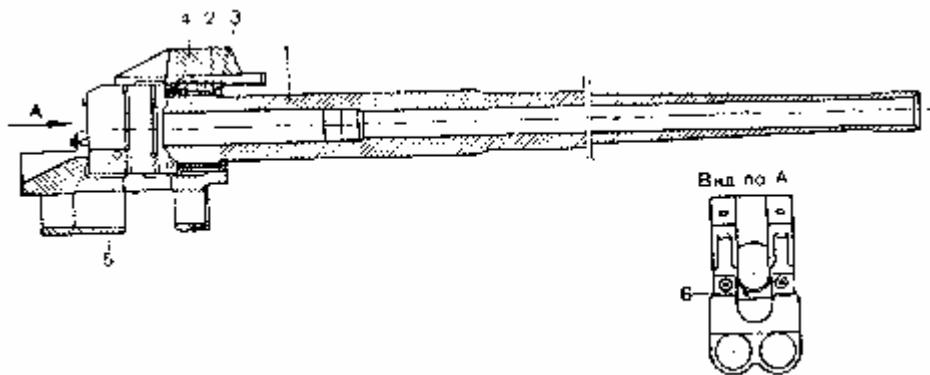
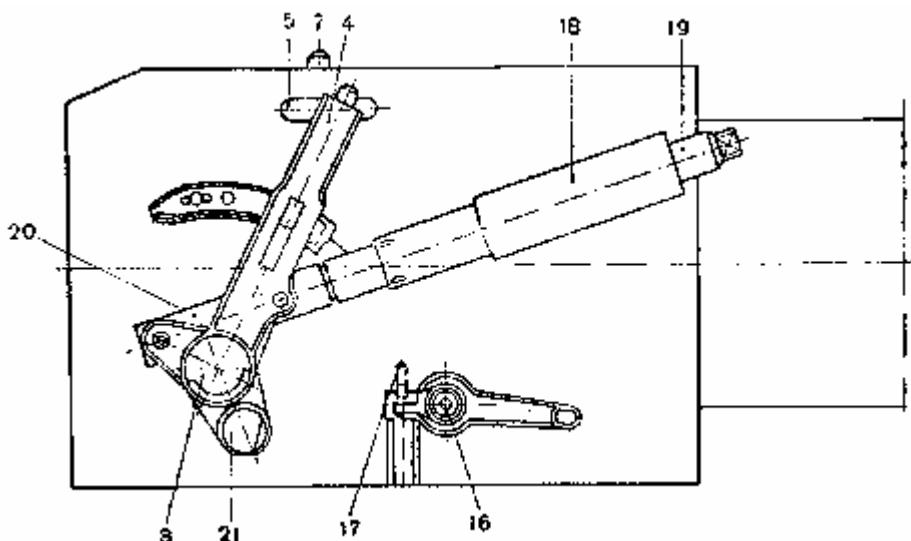
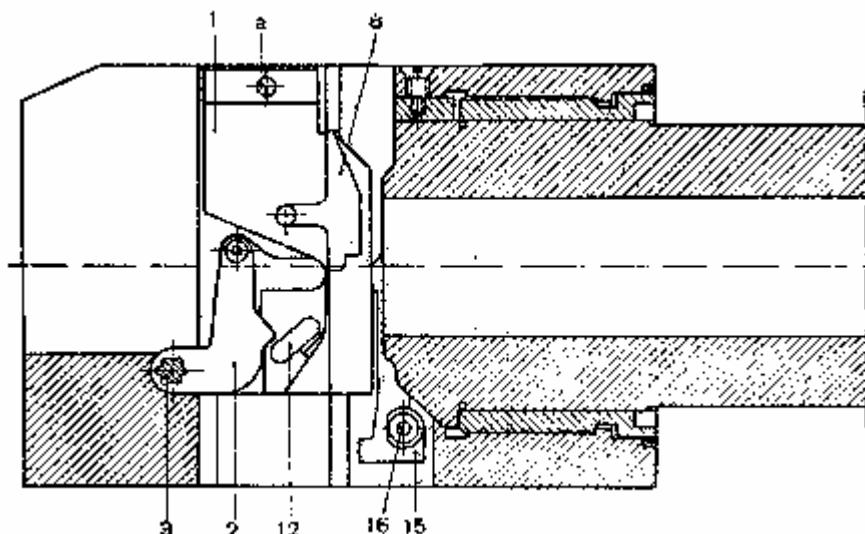

Рис.174. Ствол:
Рис. 175. Казенник (вид справа):
Рис. 176. Вертикальный разрез казенника:
Ствол состоит из следующих основных частей (рис. 174): трубы 1, казённика 2, муфты 3 казённика, накладки 4 и обоймы 5. Труба 1 на казённом срезе имеет скос под ось выбрасывателей и выточки для лапок выбрасывателей, а на дульном срезе — взаимноперпендикулярные риски для крепления нитей при проверке прицельных приспособлений.
Запирающий механизм (рис. 175 и 176) состоит из клина 1, кривошипа 2 с роликом, оси 3 кривошипа, стопора 6 оси кривошипа (рис. 174), рукоятки 4 (рис. 175) затвора, упора 5 клина со стопором 7 упора.
Клин 1 (рис. 176) имеет вид четырёхгранной призмы с вырезом (лотком) сверху для направления патрона при заряжании. Внутри 1 клина (в гнезде) собран ударный механизм. В центре передней плоскости клина имеется отверстие для выхода бойка ударника.
Ось 3 кривошипа помещается в гнезде казенника и от смещения удерживается стопором 6 (рис. 174), головка которого выходит наружу за задний срез казенника.
Кривошип 2 (рис. 176) надевается на ось кривошипа и от поворота на нее удерживается шлицами.
Рукоятка 4 (рис. 175) надевается на конец оси кривошипа. Она служит для открывания затвора.
Выбрасывающий механизм (рис.176) предназначен для выбрасывания из патронника стреляной гильзы. Он состоит из двух выбрасывателей 15 (правого и левого), оси 16 выбрасывателей и поджима 17 (рис. 175)
выбрасывателей с пружиной. Каждый выбрасыватель имеет: верхние выступы, которые удерживают клин в нижнем положении, нижние выступы, до которым ударяют кулачки 8 (рис. 176), и захваты, которые захватывают гильзу за фланец и при открывании затвора выбрасывают её из патронника. Ось 16 выбрасывателей имеет шпонку для соединения с выбрасывателями и рычаг, который служит для сбрасывания выбрасывателей с кулачков клина вручную. Поджим 17 (рис. 175) выбрасывателей с пружиной все время поджимает выбрасыватель к клину.
Закрывающий механизм полуавтоматики предназначен для автоматического закрывания затвора после досыпки очередного патрона в патронник. Он состоит (рис. 175) из упорного стакана 18, регулирующей гайки 19, нажимного стакана 20, закрывающей пружины и кулачка 21 полуавтоматики.
- вставить в отверстие а в клине (рис. 176) ручку для вынимания клина и вытащить клин за ручку вверх.